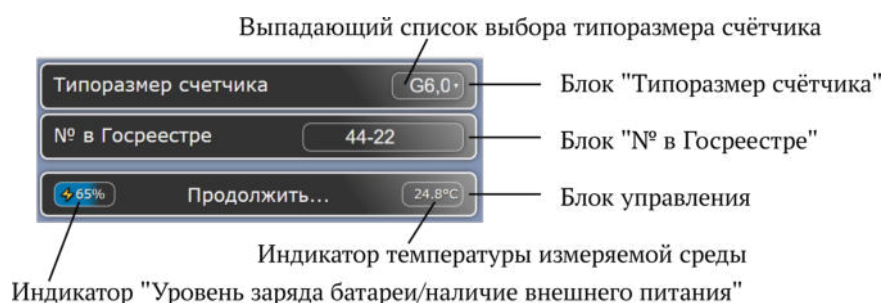

Рисунок 3 — Вид стартового окна ПО
2.3.4 В адресной строке браузера на вычислительном устройстве прописать адрес: 192.168.4.1, после чего на экране монитора вычислительного устройства появится стартовое окно ПО (см. рисунок 3), состоящее из трёх блоков.